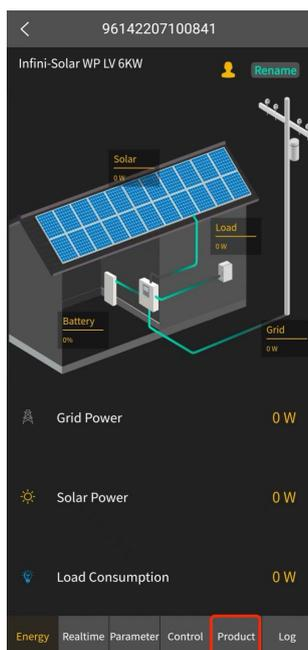

Figura 1
2. Haga clic en el botón "Producto" marcado con un cuadrado rojo en la figura 1 para acceder a la pantalla Producto, como se muestra en la figura 2.